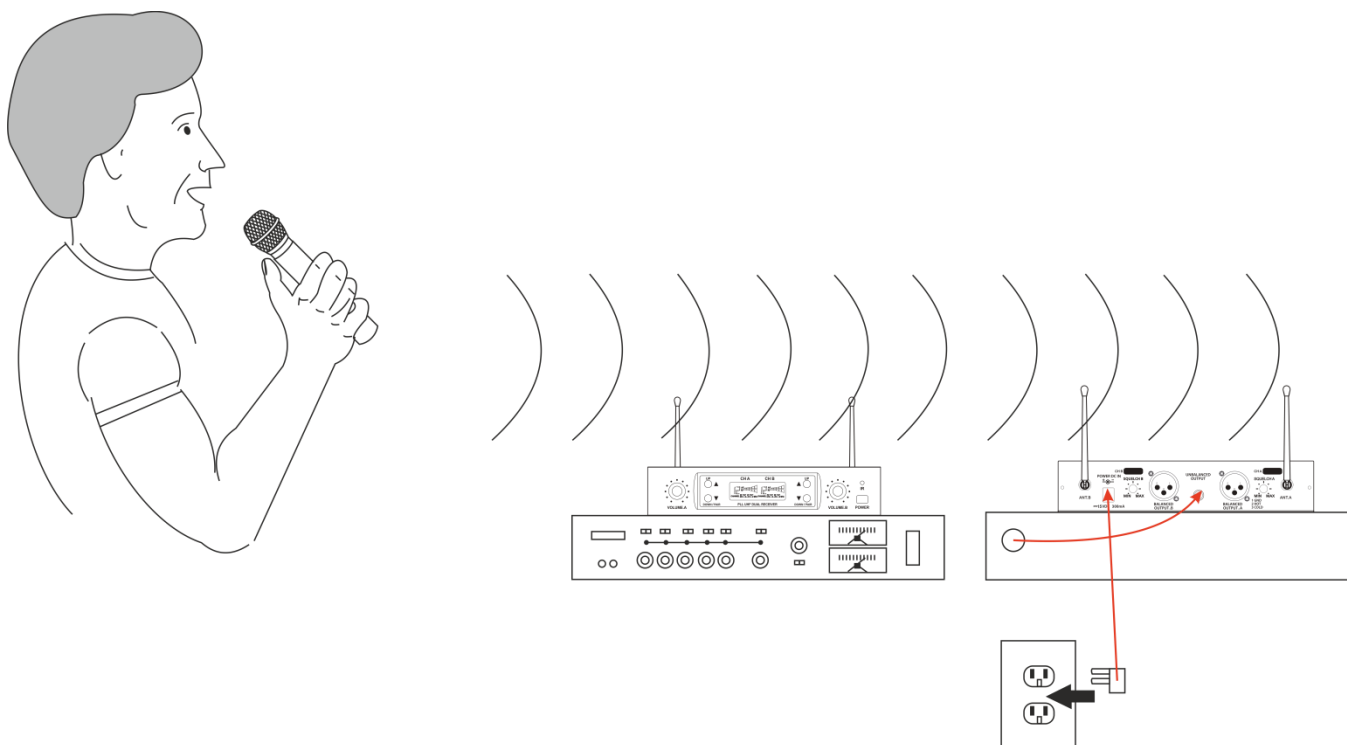

Fig. 04
- 01) Rimandiamo alla Fig. 04. Collegare l'alimentatore di corrente CC fornito in dotazione al **connettore di ingresso CC (08)** sulla parte posteriore del dispositivo COM-42. Collegare l'alimentatore a una presa a parete o a un'altra sorgente di alimentazione.
- 02) Premere e tenere premuto l'**Interruttore di alimentazione (05)** sulla parte anteriore del dispositivo COM-42 per 4 secondi. Ora il dispositivo è stato portato in modalità ON.
- 04) Collegare l'**USCITA audio XLR (10, 12)** del dispositivo COM-42 all'ingresso del mixer usando un cavo audio da XLR a XLR; in alternativa, collegare l'**USCITA del connettore audio jack da 1/4" (11)** del dispositivo COM-42 all'ingresso dell'amplificatore usando un cavo con presa "phone" da 1/4".
- 05) Premere e tenere premuto l'**interruttore Power/mute (16)** per impostare il microfono su ON.
- 06) Premere i pulsanti **UP/DOWN** sul **display (02)** per scegliere il canale disponibile. La gamma di regolazione varia fra 00 e 99. Se vengono premuti e tenuti premuti i pulsanti **UP/DOWN** per 8 secondi, si salterà ai canali precedenti/successivi senza bisogno di premere ogni volta il pulsante.
- 09) Parlare o cantare nel microfono. La barra AF sul **display (02)** cresce e cala mentre si continua a parlare/cantare.
- 11) Se la performance si è conclusa, spegnere l'impianto e far scorrere l'**interruttore Power/mute (16)** del microfono in posizione OFF per risparmiare batteria.